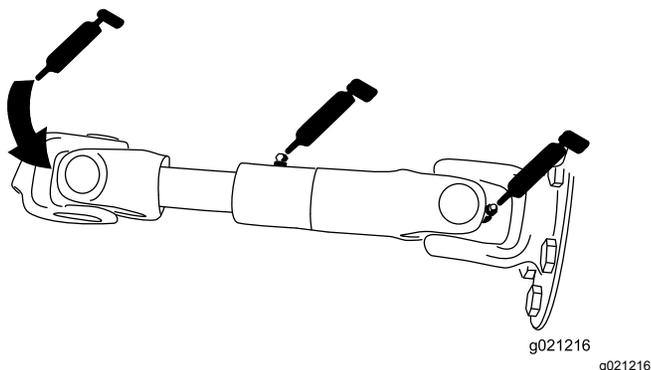

Рисунок 72
- Вал привода насоса (3 шт.) (Рисунок 72)